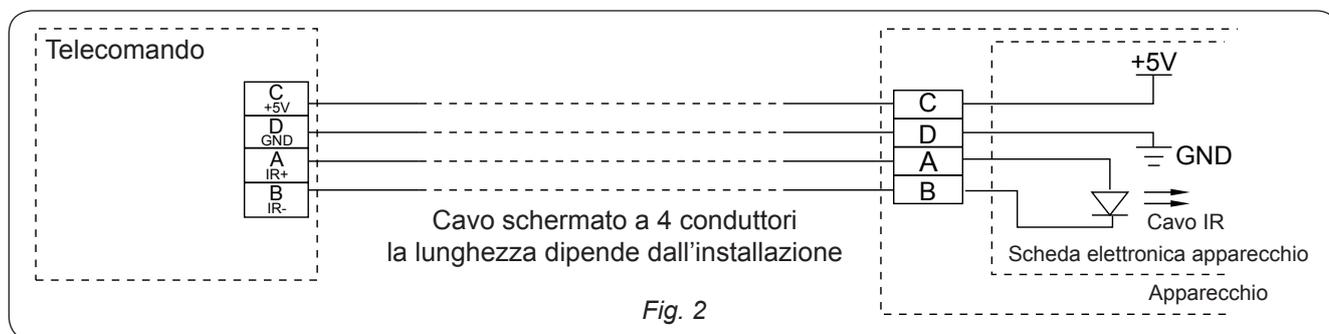

Fig. 2
1. Collegare il telecomando all'apparecchio tramite le quattro porte A, B, C, D (fig. 2).